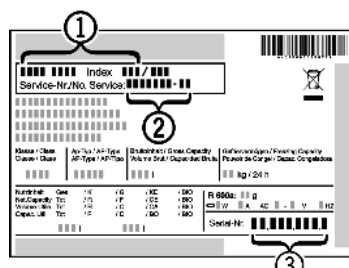

Fig. 21
- ▶ Lea la denominación del aparato *Fig. 21 (1)*, el nº de servicio *Fig. 21 (2)* y el nº de serie *Fig. 21 (3)* en la placa de identificación. La placa de identificación se encuentra en la parte interior izquierda del aparato.